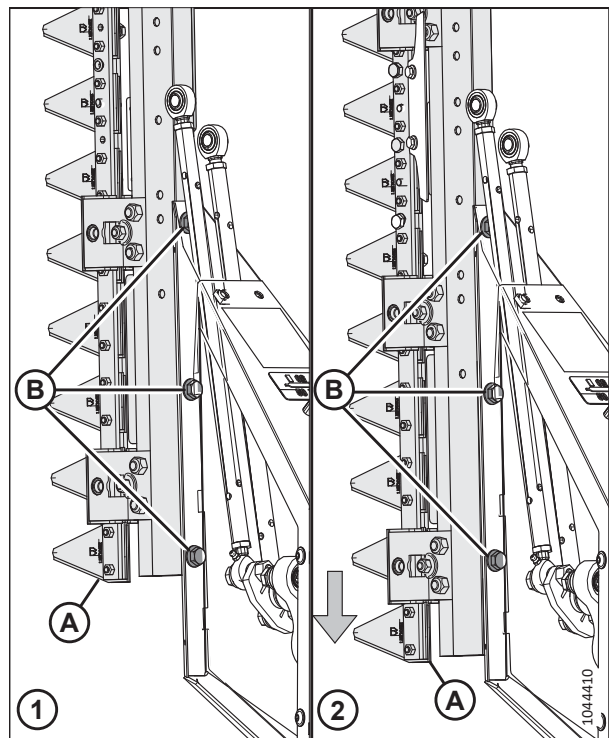

Figura 4.379: Ajustarea poziției cuțitului
13. Sprijiniți ansamblul cuțitului (A).
14. Scoateți bolțurile și șaibele (B). Curățați orice urmă de pastă de fixare a filetelor existentă pe bolțuri.
16. Repoziționați ansamblul cuțitului (A) până când orificiile din configurația corectă se aliniază cu orificiile de pe cadru. Consultați Figura 4.379, pagina 802.
17. Montați bolțurile (B). Strângeți bolțurile cu un cuplu de 54 Nm (40 lbf-ft).